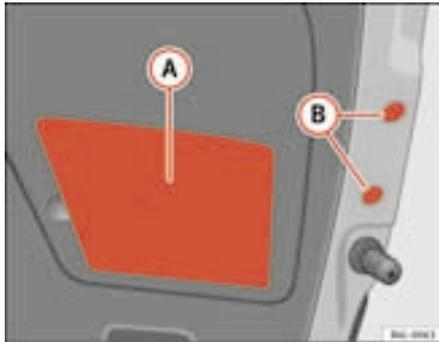

Fig. 158 Luz traseira na tampa do porta-bagagens
- Coloque os tampões (B) e a cobertura de plástico (A) ⇒ fig. 158